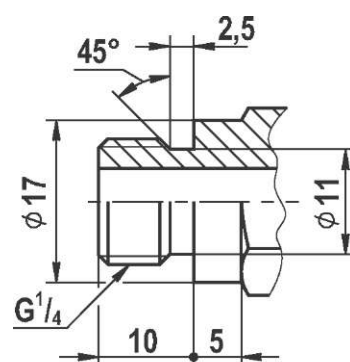

Рис. 11-1
9. Для подключения устройств или приборов в корпусе регулятора предусмотрены отверстия с резьбой G1/4, закрытые заглушками. Рекомендуемая форма конца присоединяемого штуцера, предназначенного для подсоединения датчика-реле давления и вкручиваемого в корпус регулятора, приведена на рис. 11-1. Применяемое для уплотнения соединения - кольцо резиновое 014-017-19 ГОСТ 9833 ($d_{вн\text{у}тр}=13,6$ мм; $s=1,9$ мм). Для уплотнения резьбы в месте подключения приборов используйте ленту ФУМ или аналогичный уплотняющий материал.